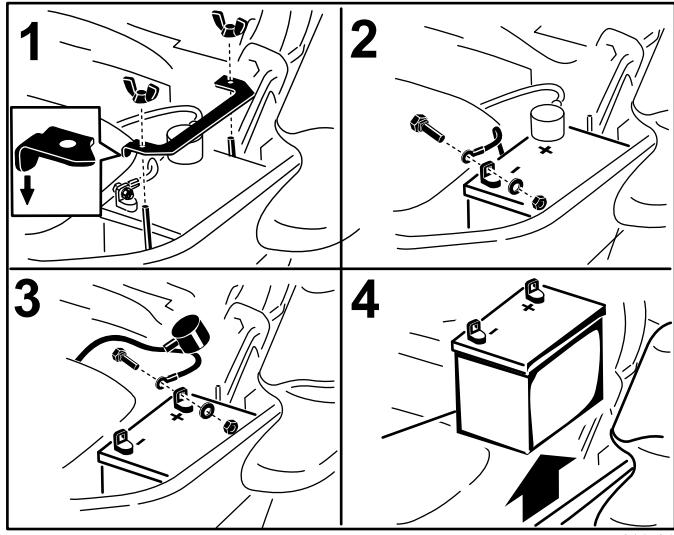

Figure 46
3. Commencez par débrancher le câble négatif (noir) de la borne négative (-) (noire) de la batterie (Figure 46).
- Enlevez le capuchon rouge de la borne positive (rouge) de la batterie et débranchez le câble positif (+)(rouge) (Figure 46).
- Retirez l'écrou à oreilles qui fixe la barrette de maintien de la batterie (Figure 46).
- Déposez la barrette (Figure 46).
- Placez la batterie dans son support en tournant les bornes à l'opposé du réservoir hydraulique (Figure 46).
- Fixez les câbles avec 2 boulons, 2 rondelles et 2 contre-écrous (Figure 46).
- Reposez la barrette et fixez-la avec l'écrou à oreilles (Figure 46).